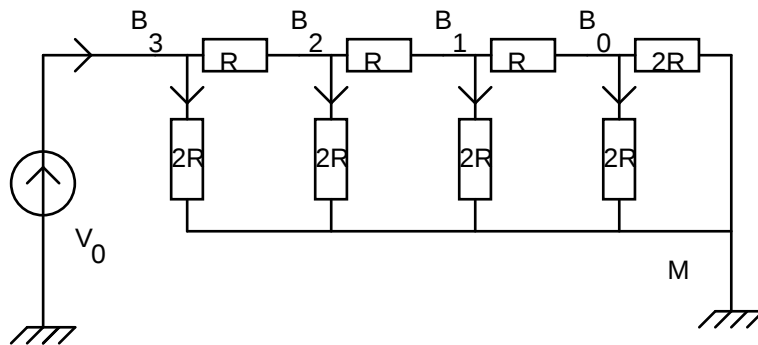

Figure 5.
B.2.1 A partir du montage figure 5, donner l'expression de la résistance vue entre B_0 et M (partie droite du schéma), puis entre B_1 et M, B_2 et M, B_3 et M.
B.2.2 Toujours dans le cas de la figure 5, exprimer le courant J en fonction de V_0 et R.